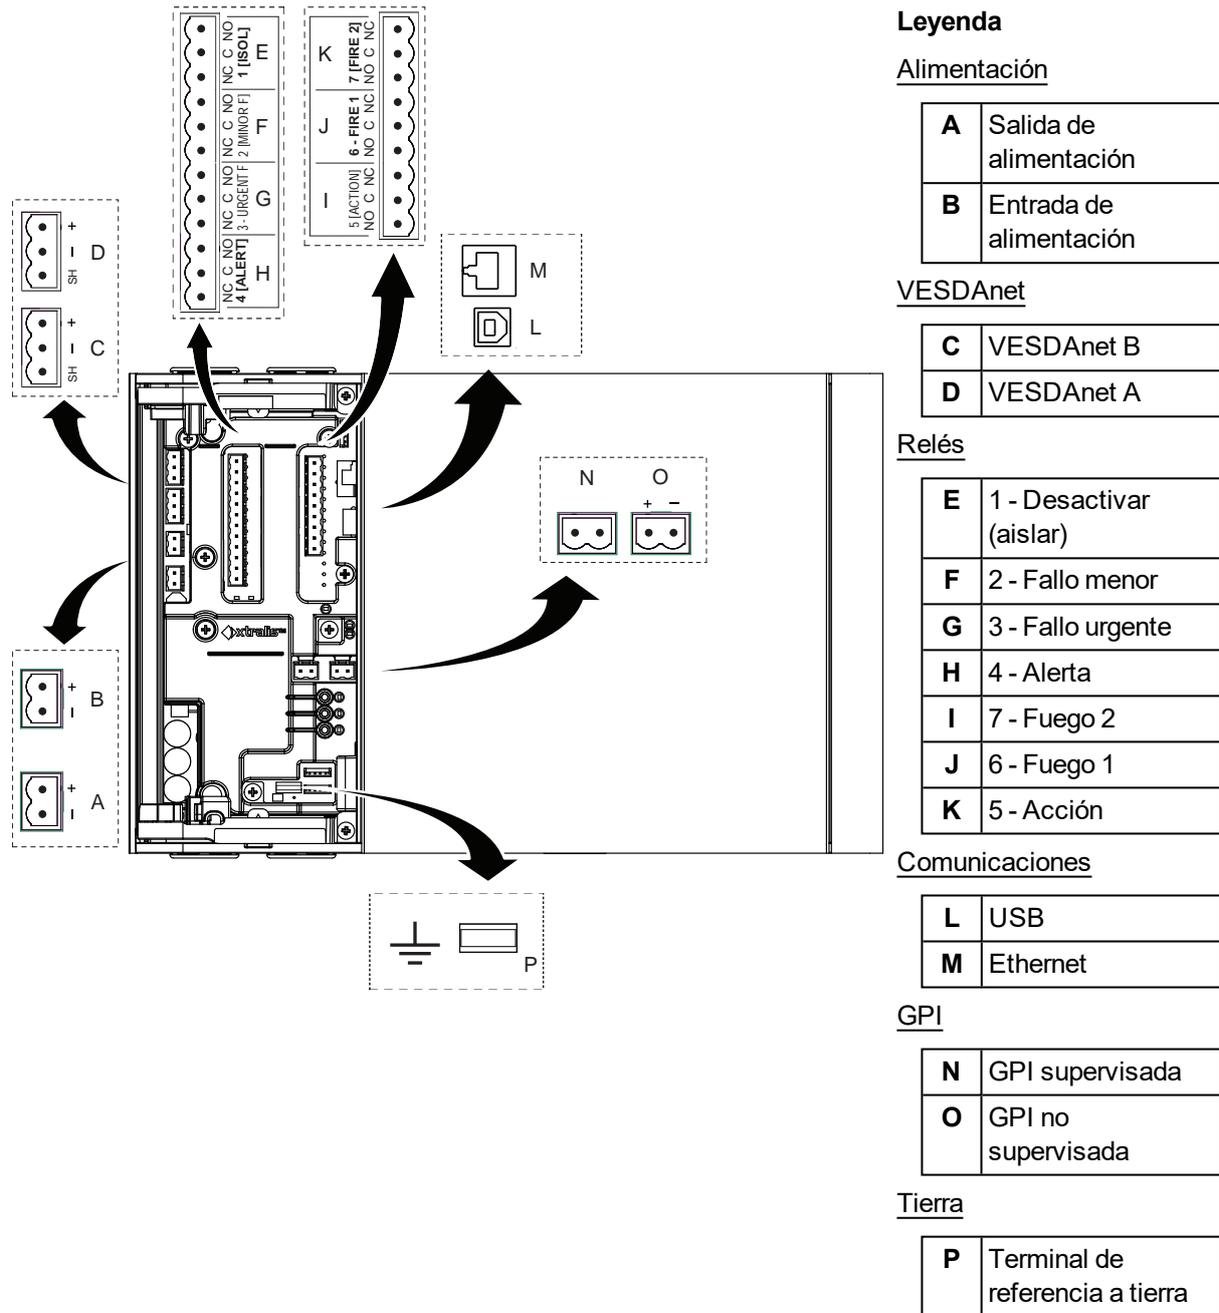

Figura 4-33: Ubicaciones de las tomas
Hay dos conjuntos de terminales de alimentación en la placa principal (Figura 4-33). Conecte una fuente de alimentación de 24 V CC que cumpla con los códigos y las normas locales de protección contra incendios a la toma PWR IN, y si es necesario cree un circuito con otro detector mediante la toma PWR OUT.
Se debe abrir la puerta frontal para acceder a los puertos de comunicación. Consulte la sección 7.2 para obtener información sobre cómo abrir la puerta frontal y la Figura 4-33 para conocer la ubicación física de los puertos.
- Para que el detector pueda detectar fallos de conexión a tierra en el cableado de VESDAnet, el terminal de referencia a tierra (Figura 4-33) debe conectarse a una toma a tierra local.